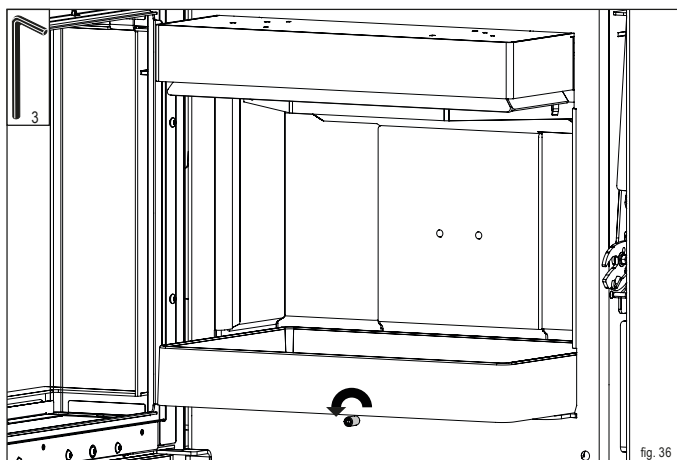

fig. 36
- ▶ Rimuovere la brugola di fissaggio (fig. 36).